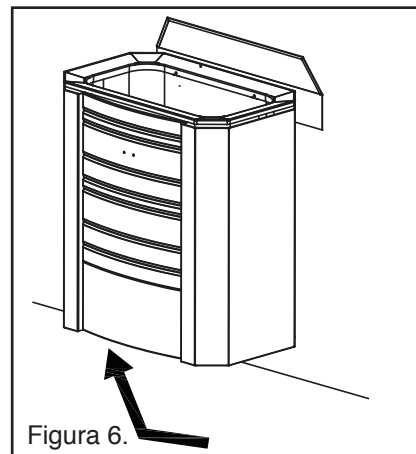

Figura 6.
- Întrerupătorul de rețea este plasat pe partea inferioară a încălzitorului (Vezi figura 6).